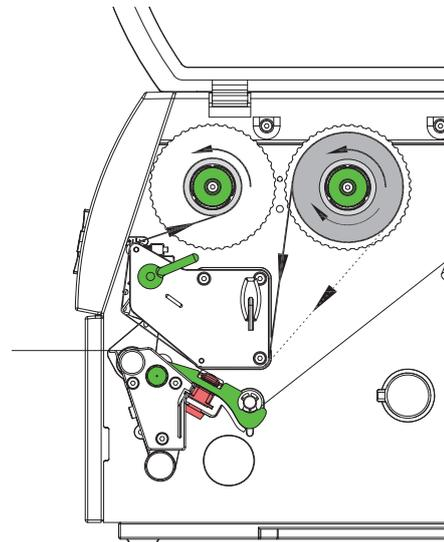

Bild 10 Transferfolienlauf
6. Geeigneten Kern (4) auf den Transferfolienaufwickler (5) schieben und in analoger Weise wie die Folienrolle positionieren und fixieren.
7. Transferfolie wie in Bild 10 durch die Druckmechanik führen. Die durchgehende Linie gilt für Folien mit innen-gewickelter, die gestrichelte Linie für Folien mit außengewickelter Beschichtungsseite.
8. Transferfolienanfang mit einem Klebestreifen mittig am Folienkern (4) fixieren. Bei der Verwendung von Kernen, die breiter als die Transferfolie sind, Skala (7) am Kopfwinkel zur Ausrichtung der Folie benutzen. Rotationsrichtung des Transferfolienaufwicklers entgegen dem Uhrzeigersinn beachten.
9. Transferfolienaufwickler (5) entgegen dem Uhrzeigersinn drehen, um den Transferfolienlauf zu glätten.
10. Hebel (6) in Uhrzeigerrichtung drehen, um den Druckkopf zu verriegeln.